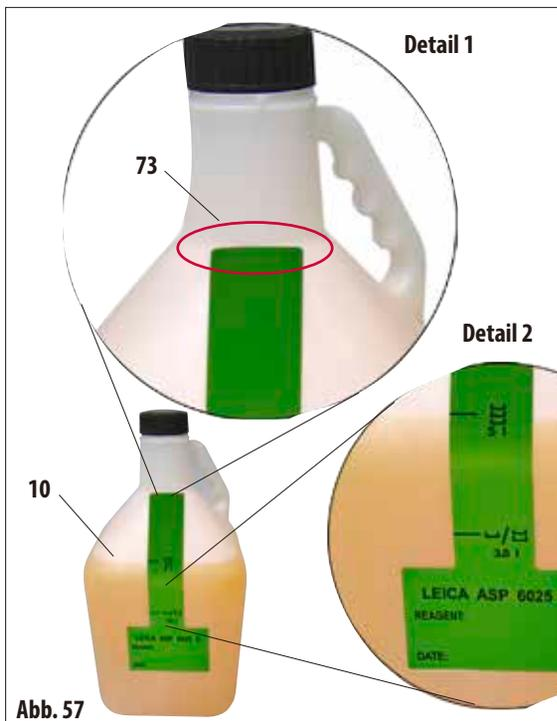

Abb. 57
Damit die Füllmarken gültig sind, den Aufkleber mit der schmalen Seite genau an der Stelle auf der Wechselflasche (10) ansetzen, wo der Flaschenhals endet (Detail 1 in Abb. 57) und dann senkrecht nach unten fest andrücken.
Das Symbol bei 5 l (Detail 2 in Abb. 57) bedeutet, dass die Wechselflasche bis dorthin gefüllt sein muss, wenn die Retorte bis zum dritten Level-Sensor (entspricht der Beladung mit drei Körben) gefüllt werden soll.
Auf dem Aufkleber kann ebenfalls die Stationsnummer vermerkt werden, sowie das Datum der Befüllung mit angegebenem Reagenz (Abb. 57).